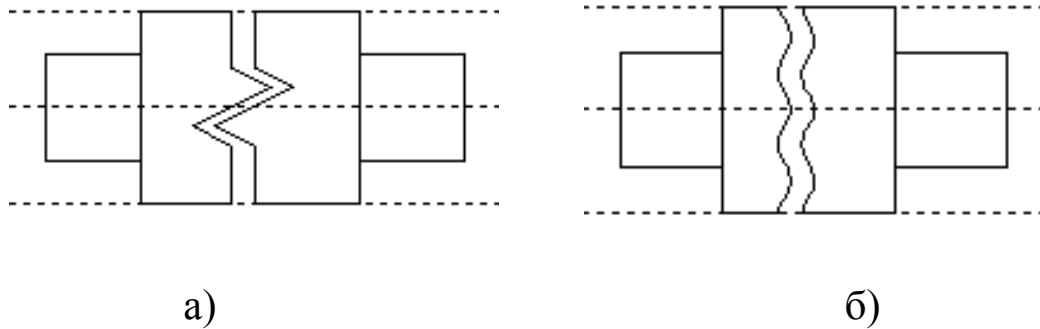

Рисунок 7.16 – Создание разрыва
4. Для завершения создания разрыва нажмите  в автоменю (рисунок 7.16 а, б).